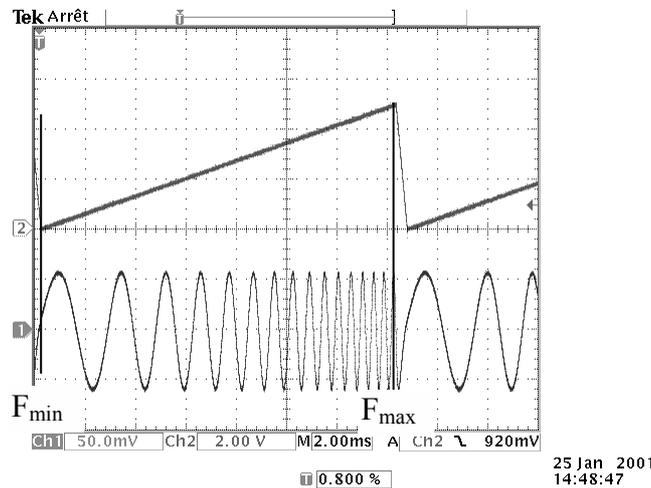

Figure 21
La Figure 21 permet de visualiser le signal wobulé et le signal proportionnel à la fréquence.
1. **Continu** : une fois la plage de fréquence balayée, la sortie recommence à F_{min} (cas de la Figure 21)